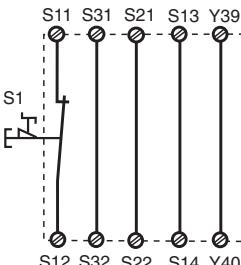
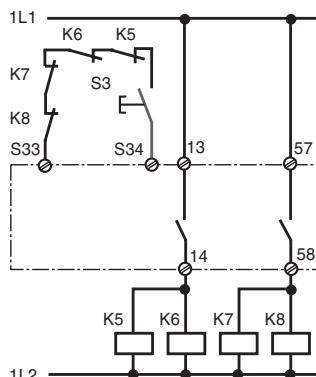

Fig. 2: Eingangskreis einkanalig, autom. Start/Single-channel input circuit, automatic reset/Commande par 1 canal, validation automatique
Fig. 9: wie Fig. 8 mit überwachtem Start/as fig. 8 with monitored reset/comme Fig. 8 avec surveillance du poussoir de validation
In Fig. 2 ... Fig. 9 sind Anschlußbeispiele für NOT-AUS-Beschaltung mit automatischem und überwachtem Start, Schutztüransteuerungen sowie Kontaktvervielfachung durch externe Schütze.
- Fig. 2: **keine** Verbindung S33-S34
In Fig.2...Fig. 9 are connection examples for Emergency Stop wiring with automatic and monitored reset, safety gate controls as well as contact expansion via external contactors.
- Fig. 2: S33-S34 **not** connected
Les figures 2 à 9 représentent les différents câblages possibles du PNOZ XV3.3P à savoir: poussoir AU avec réarmement automatique ou auto-côntrolé, interrupteurs de position et augmentation du nombre des contacts de sécurité par contacteurs externes.
- Fig. 2: **pas** de câblage sur S33-S34